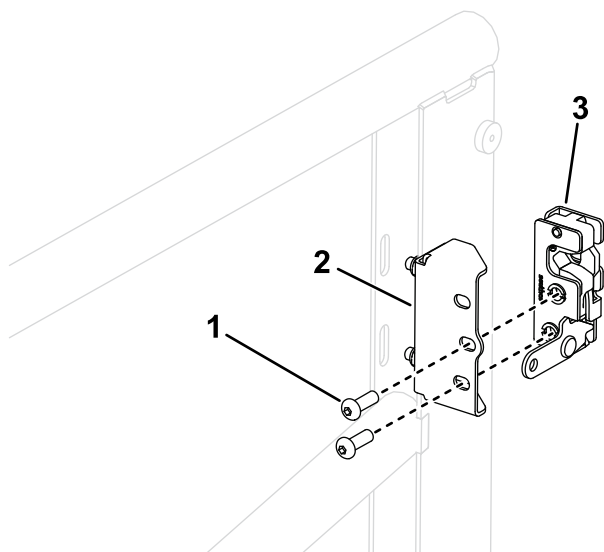

Figura 6
7. Instale dois para-choques de borracha no interior do conjunto da porta (Figura 6).